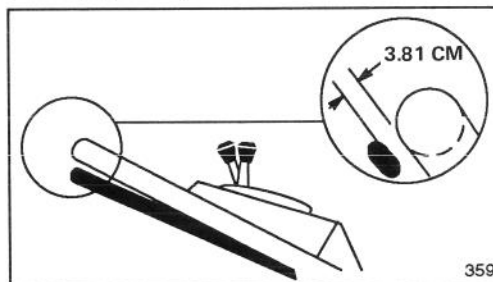

Figure 25
3. VÉRIFIER LE RÉGLAGE — Le réglage est correct lorsque la barre de commande est écartée de 4 cm environ du guidon (Fig. 25) et que les roues commencent à tourner librement.